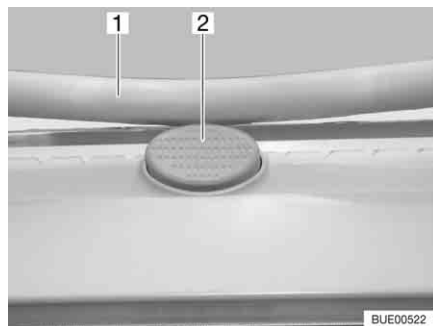

Fig. 78 Botón de seguridad en la claraboya Heki
- Pulsar el botón de seguridad (Fig. 78,2) y tirar el estribo (Fig. 78,1) hacia abajo con ambas manos.
- Presionar el estribo hacia arriba con ambas manos hasta que el estribo se encuentre encima del botón de seguridad (Fig. 78,2).